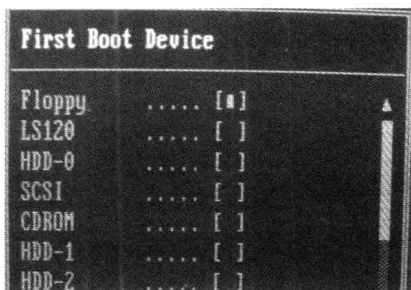
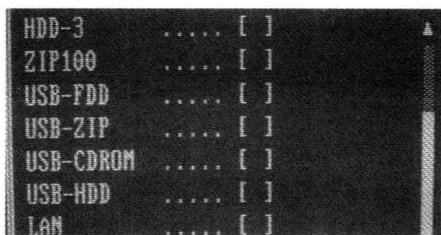

图 1-8 常见启动设备
图 1-9 常见启动设备
(1) 试在 Windows XP 桌面上建立如图 1-8 (a) 所示的结构文件夹，再将建立的文件
电脑的启动可以由众多设备来引导，比如常见的硬盘引导、光（软）驱引导等。因此，在 BIOS 设置中都有专门的相关设置选项。通过这些选项可以设置不同的启动方式。“First Boot Device”、“Second Boot Device”、“Third Boot Device”，即第一启动设备、第二启动设备和第三启动设备。主要的启动设备有 Floppy（软盘）、HDD-0（第一块硬盘）、CD-ROM（光驱）、USB-CDROM（USB 接口光驱）、USB-HDD（移动硬盘）、USB-ZIP（USB 接口压缩盘）和 USB-FDD（USB 接口软驱）等，如图 1-8 和图 1-9 所示。